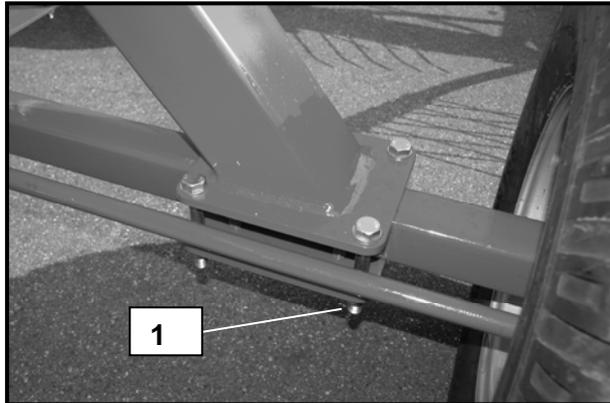

Abbildung 35
Die Befestigungsschrauben am Hauptrahmen und der Tragachse (1) ebenfalls nach 10 Betriebsstunden nach Tabelle nachziehen. Danach regelmäßig kontrollieren. (Abbildung 35)